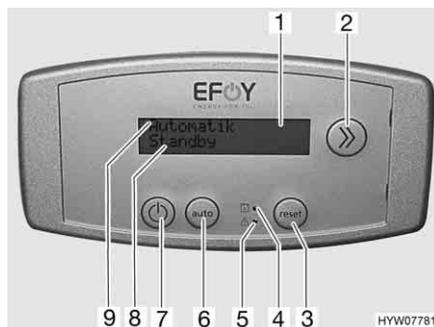

Fig. 155 Unité de commande de la pile à combustible
La pile à combustible se constitue de plusieurs composants qui sont intégrés dans le coffre arrière (Fig. 153), ainsi que d'un panneau de commande (Fig. 155) situé dans l'espace habitable.
La pile à combustible recharge automatiquement les batteries de cellule quand la tension de ces batteries chute au-dessous de 12,5 V et quand la pile à combustible est mise en marche avec la touche Marche/Arrêt (Fig. 155,7).
L'écran de l'unité de commande (Fig. 155,1) comporte deux lignes. La première ligne (Fig. 155,9) indique l'état de service de la pile à combustible.
Dans la deuxième ligne (Fig. 155,8) s'affichent des informations ou des messages d'erreur.
Utiliser la touche Info (Fig. 155,2) pour consulter les informations disponibles.
Les deux DEL de l'appareil de commande indique le changement nécessaire de la cartouche de réservoir (Fig. 155,4) et les anomalies se produisant (Fig. 155,5).
Une fois l'anomalie corrigée, remettre en marche la pile à combustible. Pour cela, appuyer sur la touche Reset (Fig. 155,3).
- Appuyer sur la touche Marche/Arrêt (Fig. 155,7).
Le mode de fonctionnement actuel est affiché sur la première ligne de l'écran (Fig. 155,9).
- Si "Marche" est affiché, le mode de fonctionnement de la pile à combustible est le mode de charge sélectionné manuellement. Appuyer sur la touche "auto" (Fig. 155,6) pour passer au mode de fonctionnement automatique.
- Si la pile à combustible n'est pas encore hors service, appuyer sur la touche Marche/Arrêt (Fig. 155,7).